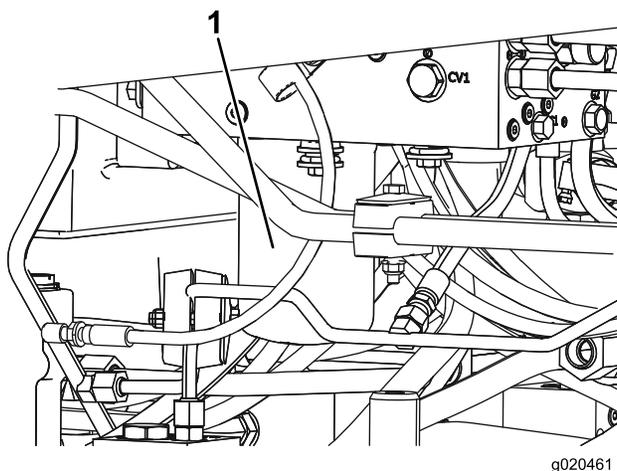

Figura 70
5. Ripetete l'operazione sull'altro filtro (Figura 70).